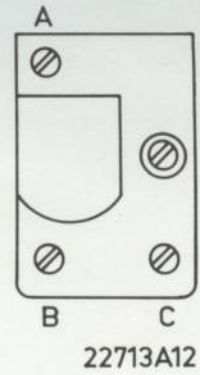

Fig. 5
10. Weergeefkop (fig. 5)
13. Opneemkop (fig. 5)